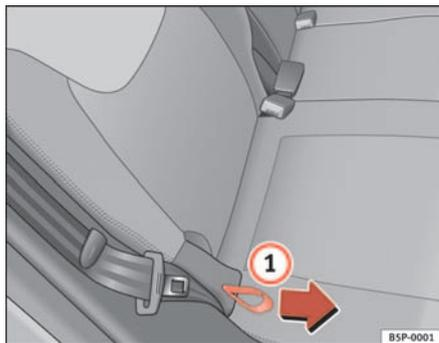

Fig. 98 Regolazione dell'inclinazione dello schienale del sedile posteriore
- Afferrare lo schienale per la parte superiore. Tirare in direzione della freccia la maniglia flessibile che si trova su un lato del sedile ⇒ fig. 98 ① tenendola poi tirata. Contemporaneamente spingere lo schienale all'indietro portandolo nella posizione desiderata, infine lasciare la maniglia.